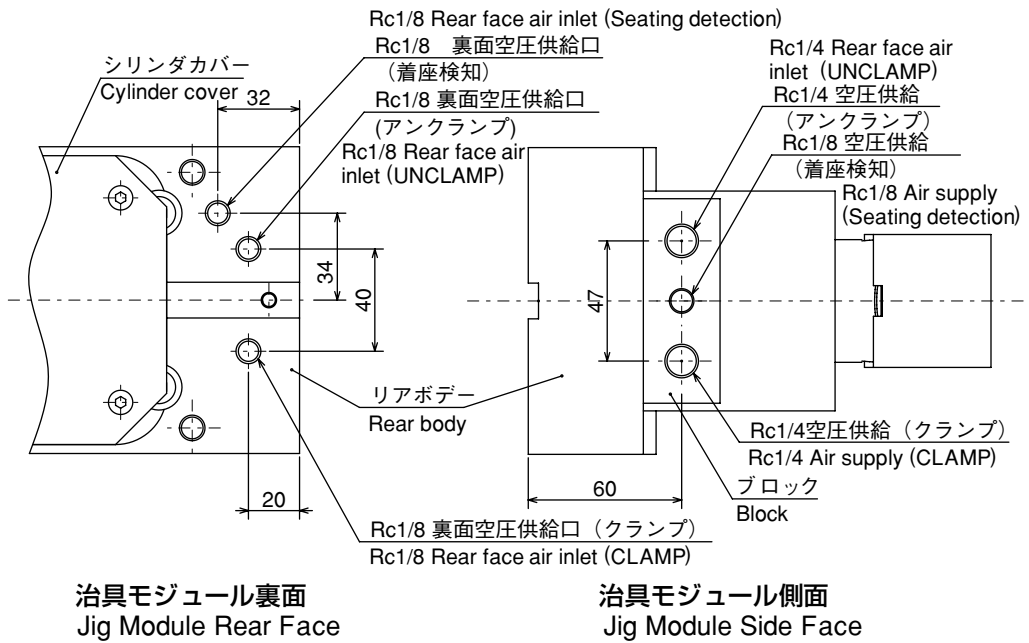

Fig.4-4 空圧回路図 Air Circuit Diagram
- ①エアコントロールユニットは、できるだけ治具モジュールの近くに取付けて下さい。
- ②配管内の塵埃は完全に除去して配管して下さい。塵埃が混入すると、エア漏れの原因となります。
- ③電磁弁使用の場合は必ず無通電時、把握する回路に配管して下さい。
- ④ルブリケータのオイル量(粘度ISO VG32相当品)を適正な量にして下さい。オイルがなくなるとシリンダ摺動面のOリングがねじれエア漏れの原因となります。
- ⑤Fig.4-4のように空圧供給はブロックの空圧供給口から行います。(詳細寸法はFig.1-1. 外形図を参照して下さい)
- ①Mount the air control unit to the jig module as near as possible.
- ②Remove dust in the pipes completely before piping. If the dust is mixed into the air, an air leakage will be caused.
- ③When the solenoid valve is used, route the clamping circuit with power source turned off.
- ④Keep the oil volume (equivalent to viscosity ISO VG32) of lubricator adequately. If oil is shortened, O-ring is twisted on the cylinder slide way, thus causing air leakage.
- ⑤Supply air from the air inlet of block as shown Fig. 4-4. (For detailed dimensions, refer to Fig. 1-1 Outline View).